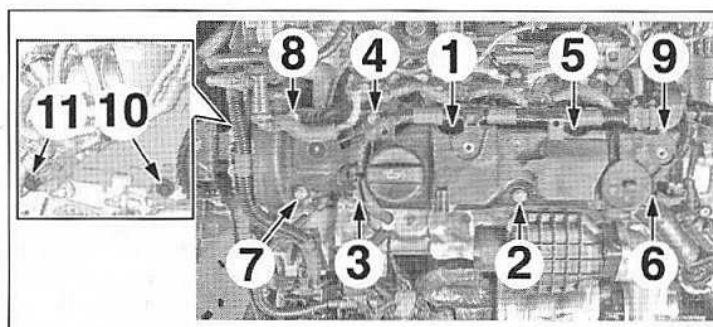

FIG.106
- Serrer les vis (15) du couvre-culasse et (14) du carter arrière de distribution dans l'ordre prescrit (Fig.106).